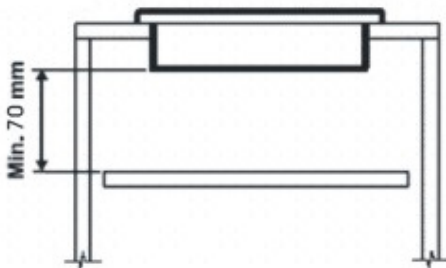

Abbildung 5
**Wichtiger Hinweis:** Es ist notwendig, unter dem Kochfeld immer eine Trennwand aus Holz anzubringen, die mindestens 70 mm vom Boden desselben entfernt und leicht abnehmbar sein muss, um eventuelle Wartungsarbeiten zu ermöglichen (siehe Abbildung 5).